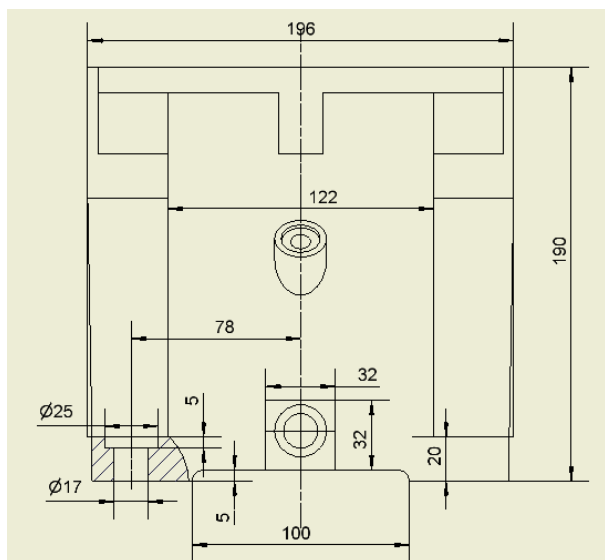

图 12-35 完整标注尺寸的左视图
②在左视图中,可以对零件的宽度、高度以及一些特征如固定孔、凹台在宽度方向的尺寸进行标注,完整标注尺寸的左视图如图 12-35 所示。